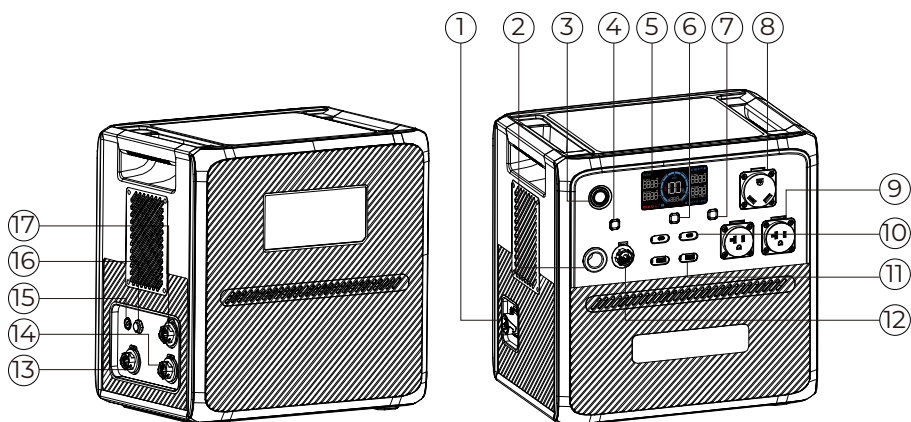

図 3-1 AC240の入出力ポートと操作ボタン
- ・AC240のDC充電ポート(図 3-1)がソーラー発電充電に使用される場合、パラメータは最大11V~60V/21Aです。